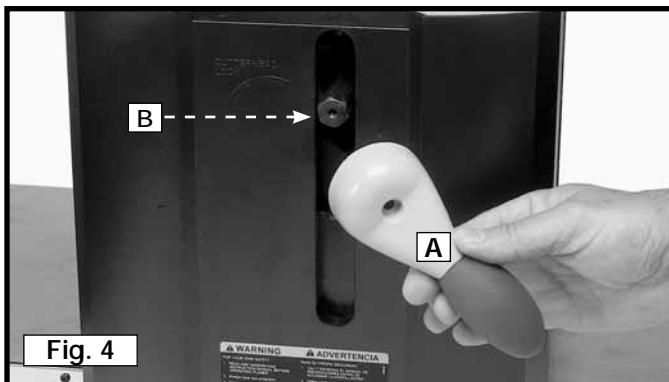
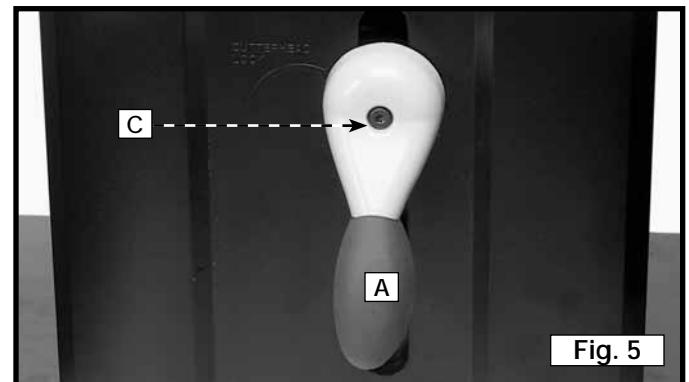

Fig. 4
Fig. 5
Monte el mango de fijación del cabezal portacuchillas (A), Figs. 4 y 5, en el eje (B), con el tornillo de cabeza hueca hexagonal M6 - 20 mm (C) Fig. 5 con la llave de tuerca suministrada.